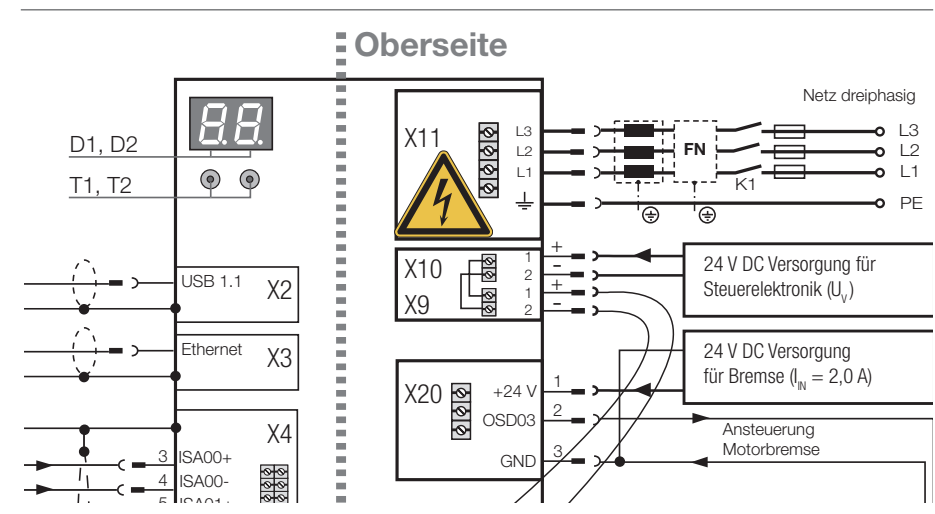

Bild 4.16 Anschlussbeispiel Steuer- /Netzversorgung für BG5 bis BG6A
• Fehlverhalten kann zur Beschädigung des Gerätes führen. Bei Geräten der Baugrößen BG5 bis BG7 ist eine Netzdrossel zwingend erforderlich. Auf Grund einer anderen Vorladetechnologie in diesen Geräten ist außerdem darauf zu achten, dass die Netzdrossel zwischen Antriebsregler und Netzfilter installiert wird (siehe Bild 4.16).